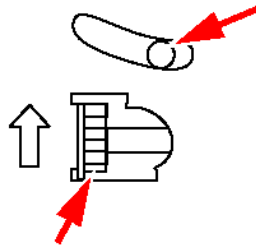

Ilustración 5-2 – Reposicionando la cuchilla del cortador de papel automático.
2. Utilice un bolígrafo o unas pinzas para girar el botón del cortador automático en la dirección indicada por la flecha hasta que vea un eje redondo en el orificio, tal como se muestra en la ilustración 5-2.